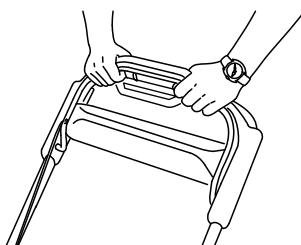

Figure 21
- Maintenez la barre de commande des lames contre le guidon (Figure 21).